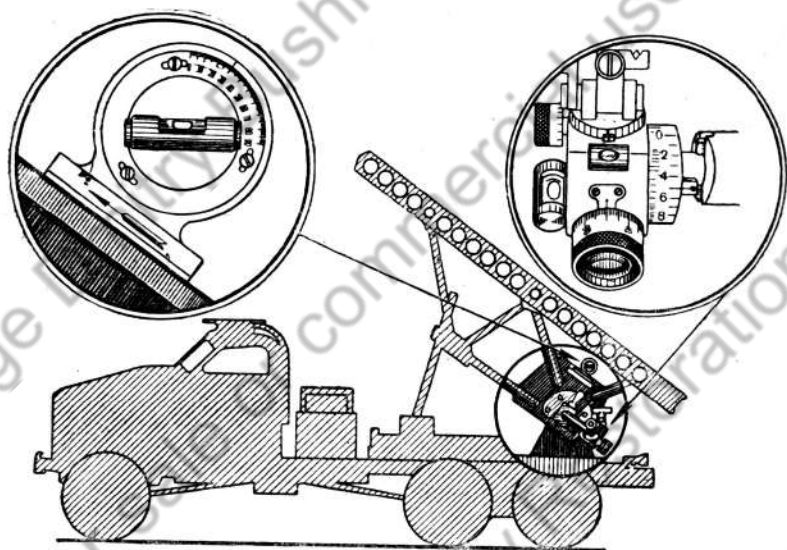

Рис. 43. Проверка основных установок прицела
2. Установить выверенный квадрант на 30° и поставить его на контрольную площадку боевой машины (рис. 43). Вращая рукоятку подъёмного механизма боевой машины, вывести пузырёк уровня квадранта на середину.
прицеливания должны оказаться против 5-00 (рис. 43) (допускается отклонение в большую или меньшую сторону до двух тысячных).